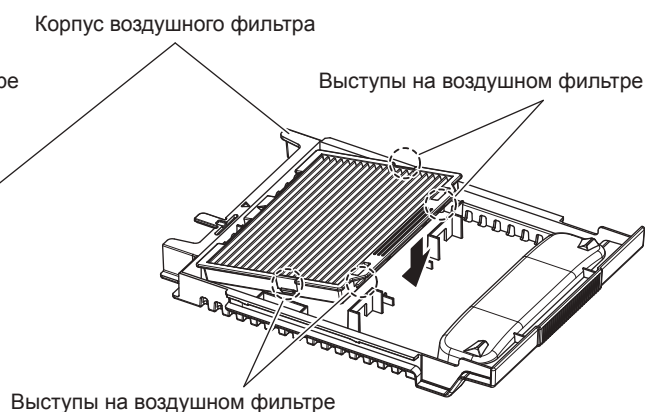

Рис. 2
- Нажмите на воздушный фильтр в направлении стрелки и надежно закрепите выступы. (Рис. 2)